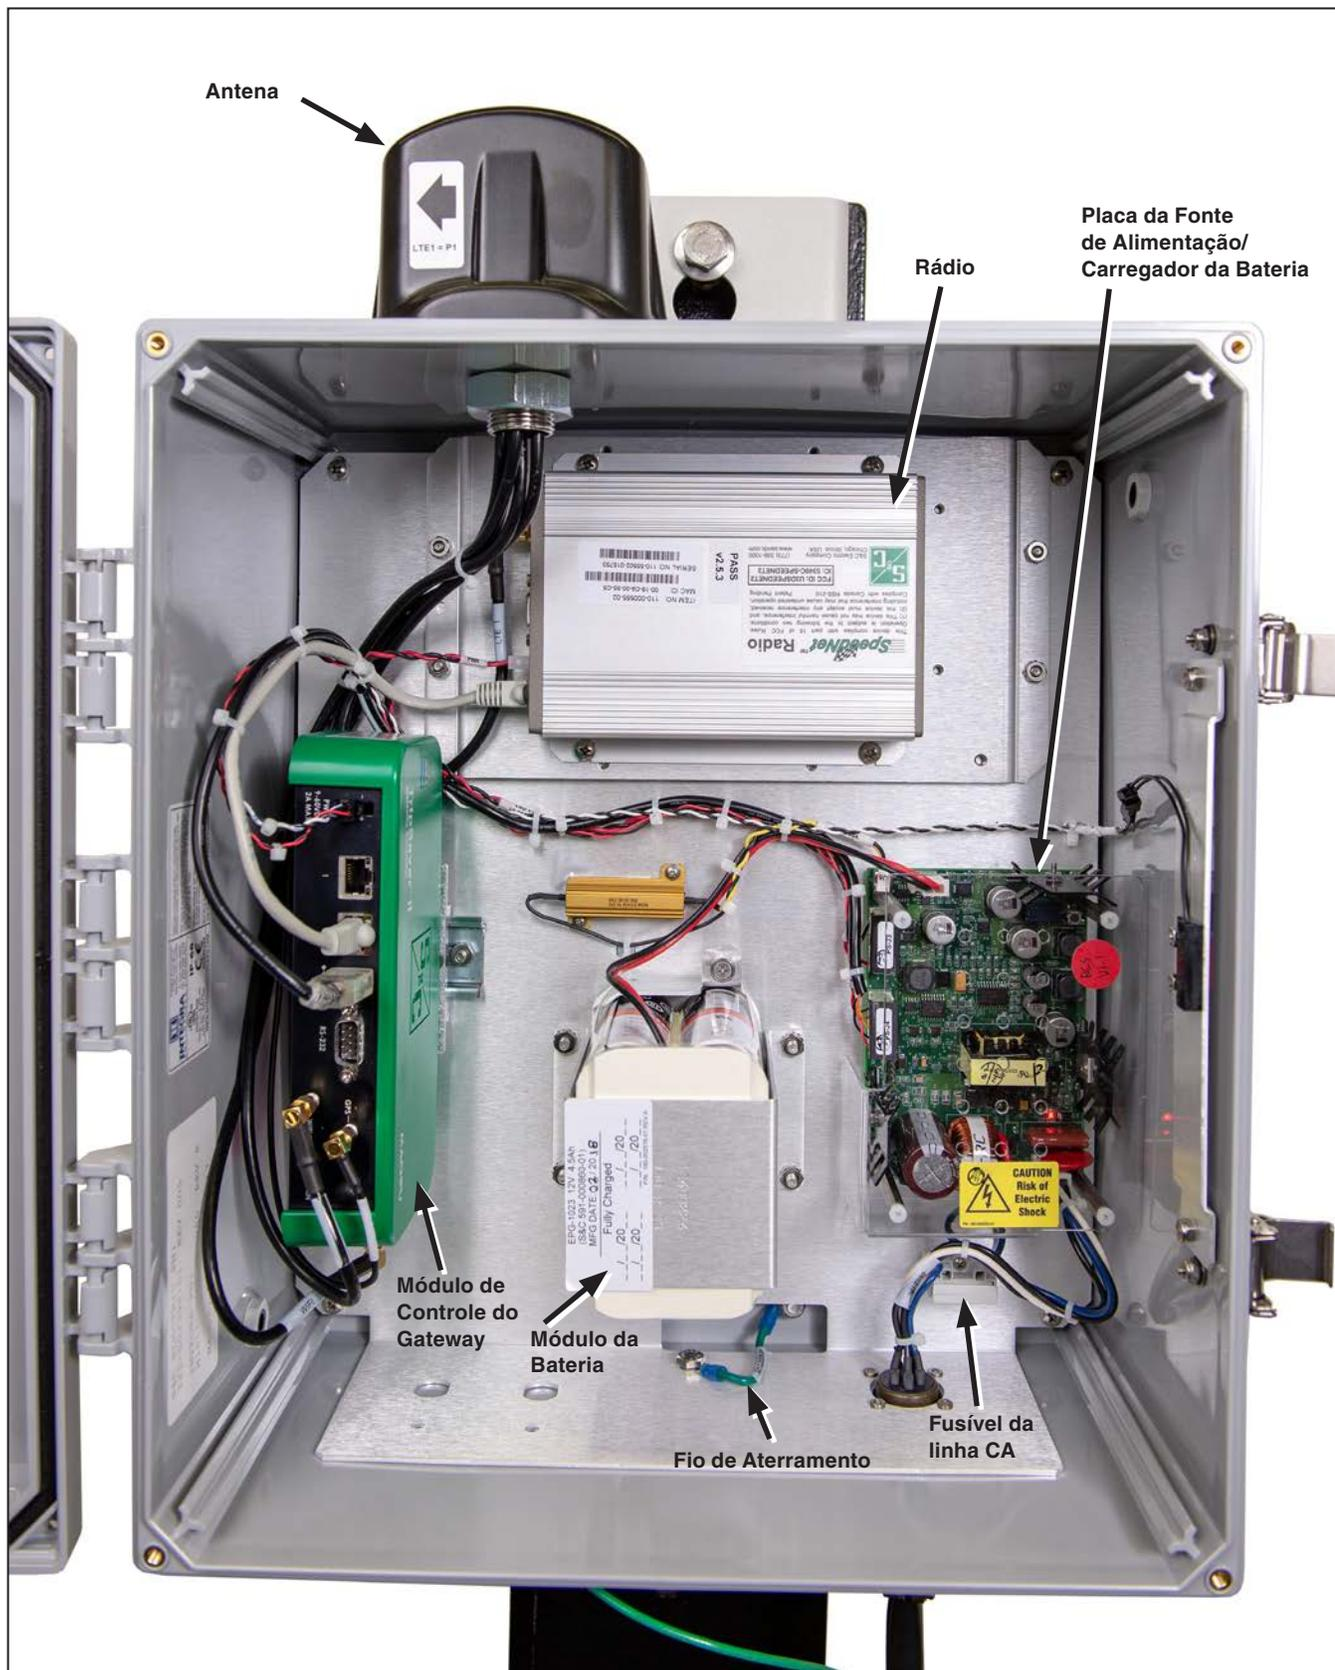

Figura 1. Gateway de Comunicação para o TripSaver II.
- PASSO 1.** Com o gateway de comunicação na posição vertical e com o logo S&C virado para você, monte-o ao poste usando os parafusos de fixação superior e inferior fornecidos. Ver Figura 1 na página 8 e Figura 2 abaixo.
- PASSO 5.** Após um curto período de tempo, os LEDs na Placa de Alimentação/Carga de Bateria e no controlador do gateway devem acender, indicando que o gateway de comunicação está recebendo alimentação. Ver Figura 1 na página 8 e Figura 3 acima.